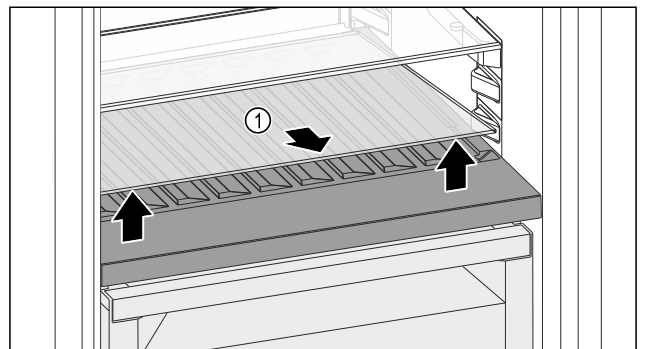

Fig. 145
- Sollevare il ripiano di vetro Fig. 145 (1) dall'incavo anteriore e rimuoverlo.
- Conservare il ripiano di vetro Fig. 145 (1) fuori dall'apparecchio in un luogo sicuro.
- Inserire il ripiano di vetro (2) sotto il vano bottiglie variabile.